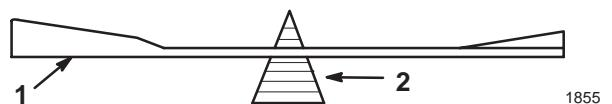

Bild 26
- Überprüfen Sie die Auswuchtung des Schnittmessers auf einer Ausgleichsmaschine (Bild 26). Wenn das Schnittmesser in seiner horizontalen Position bleibt, ist es ausgewuchtet und kann wiederverwendet werden. Feilen Sie, wenn das Schnittmesser nicht ausgewuchtet ist, an der Rückseite des Messers etwas Metall ab. Wiederholen Sie diesen Vorgang, bis das Messer ausgewuchtet ist.